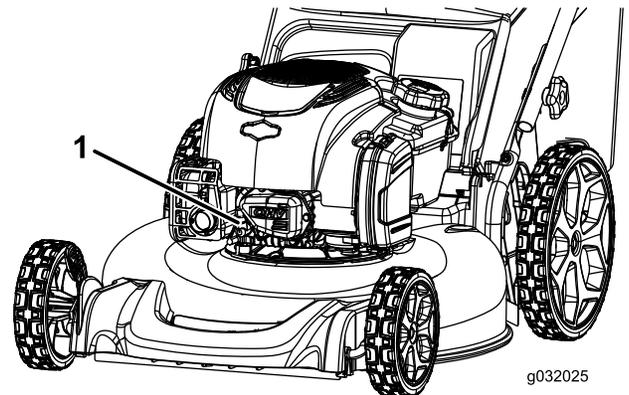

Bild 18
2. Ziehen Sie den Kerzenstecker von der Zündkerze ab (**Bild 18**).